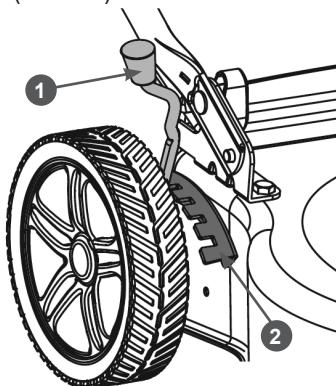

Рис. 14 Регулировка высоты скашивания
- выведите рычаг 1 регулировки из зацепления с зубчатым сектором 2 (Рис. 14);
- переместите рычаг 1 регулировки в требуемое положение и снова введите в зацепление рычаг и зубчатый сектор (Рис. 14).